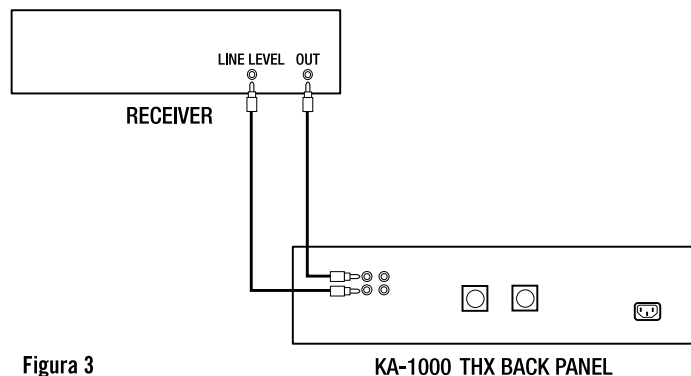

Figura 3
**Conexão de receiver/processador surround analógico ou sistema estéreo de dois canais sem THX** — Alguns receivers e processadores de A/V analógicos (sem capacidade Dolby Digital® ou DTS®) têm uma saída de nível de linha de subwoofer. Outros têm saídas de nível de linha para o canal esquerdo e direito, assim como alguns receivers e amplificadores integrados estéreo. Todos os pré-amplificadores e processadores surround estéreo independentes têm saídas de nível de linha. Se o sistema utilizado tiver este tipo de configuração, quase sempre será melhor usar o KA-1000 THX com a chave THX na posição "Off" (Desativada). Isto ativará o crossover e os controles de nível. Estes tipos de saídas devem ser conectadas às entradas de nível de linha do KA-1000 THX (figura 3). Para fazer a conexão é preciso ter um ou dois cabos de interconexão blindados de alta qualidade de comprimento apropriado, com conectores RCA nas duas extremidades. O revendedor pode ajudá-lo a selecionar cabos adequados.